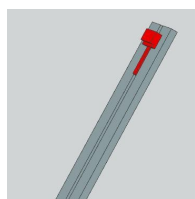

рис.10
- Рассмотрим применение такого варианта *пружины* на примере рис.10, 11. Здесь всего два тела и один *Ползун*. Если проанализировать поведение этой конструкции, то под действием собственной силы тяжести красное тело просто уедет вниз.